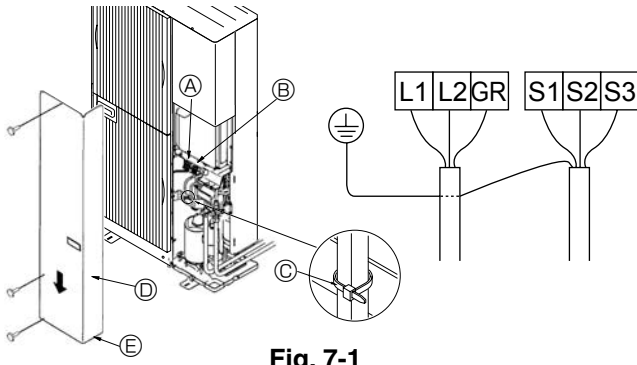
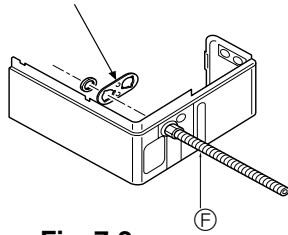

Fig. 7-1
Fig. 7-2
7.1. Appareil extérieur (Fig. 7-1) (Fig. 7-2)
- ① Retirer le panneau de service.
- ② Relier les câbles conformément à la Fig. 7-1.
- ③ Des plaques de montage pour les conduits (ø22 mm [7/8"]) sont fournies. Faites passer le câble d'alimentation et les câbles de transmission par l'orifice à dégager approprié, puis enlevez la pièce superflue de l'orifice situé en bas du bloc de sorties et connectez les fils. (Fig. 7-2)
- ④ Attachez le câble d'alimentation au bloc de sorties en utilisant le manchon pour la force de tension (Connexion PG ou similaire).